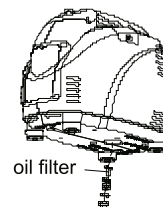

Рис. 28
- Очищайте масляный фильтр каждые 100 часов (Рис. 28).